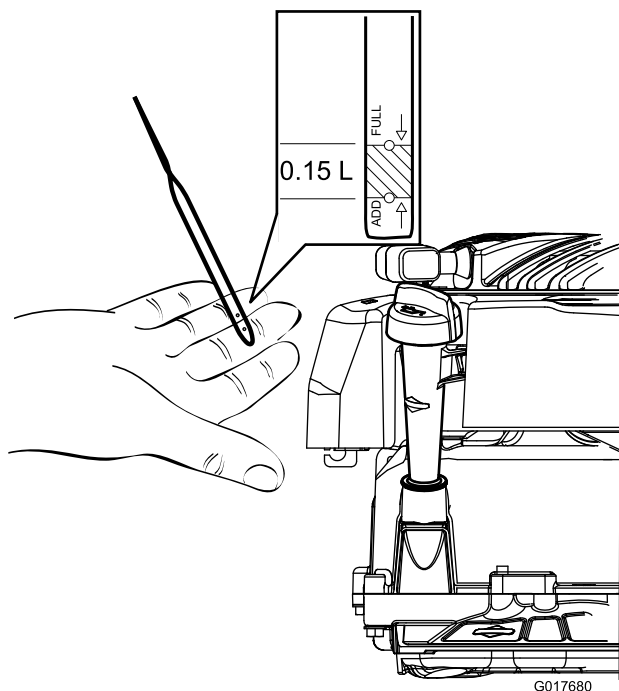
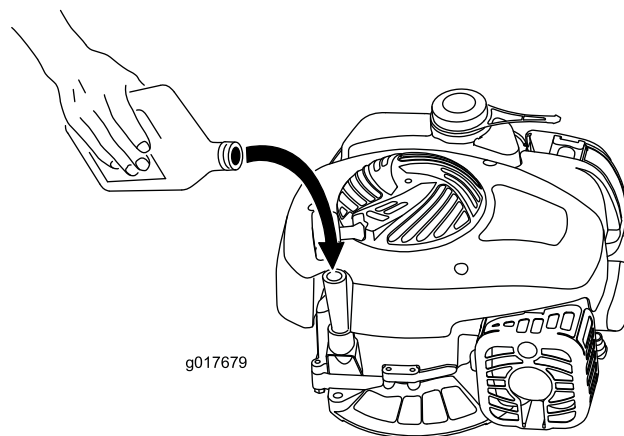

Figura 5
Figura 6
1. Togliete l'asta di livello (Figura 5).
2. Versate lentamente l'olio nel tubo di riempimento finché non raggiunge il segno di pieno sull'asta (Figura 5 e Figura 6). Attendete 3 minuti dopo il rabbocco dell'olio per controllare il livello con l'asta. Non riempite troppo. (Riempimento massimo: 0,47 litri, tipo: olio detergente SAE 30 con service classification API SF, SG, SH, SJ, SL o superiore).